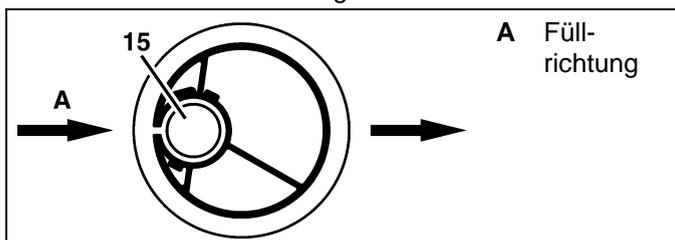

Bild 6: Ausrichtung des Teleskopschaumrohrs am Tank (Draufsicht)
- Teleskopschaumrohr anbringen wie in Bild 6, beschrieben.
- Schwimmerschalter (19) und Entnahmeschlauch mit Schwimmer (12) durch Flansch des Teleskopschaumrohrs (15) in den Tank führen.